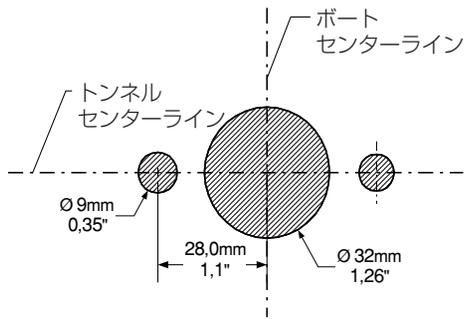

図 1b
2. ⑦ギヤハウスのガスケットを使って穴の中心をマークし、寸法を再確認してください。全ての穴の中心点がトンネルのセンターラインと重なるようにすることは正確に取り付けるために非常に重要となります。また、プロペラとトンネル間のスペースが少なければ少ないほどスラスターは能力を発揮できます。
4. SH100 は図 1a、SH160/SH240 は図 1b を参考にしてメインホールを空け、スクリューホールを 2 つ空けます。